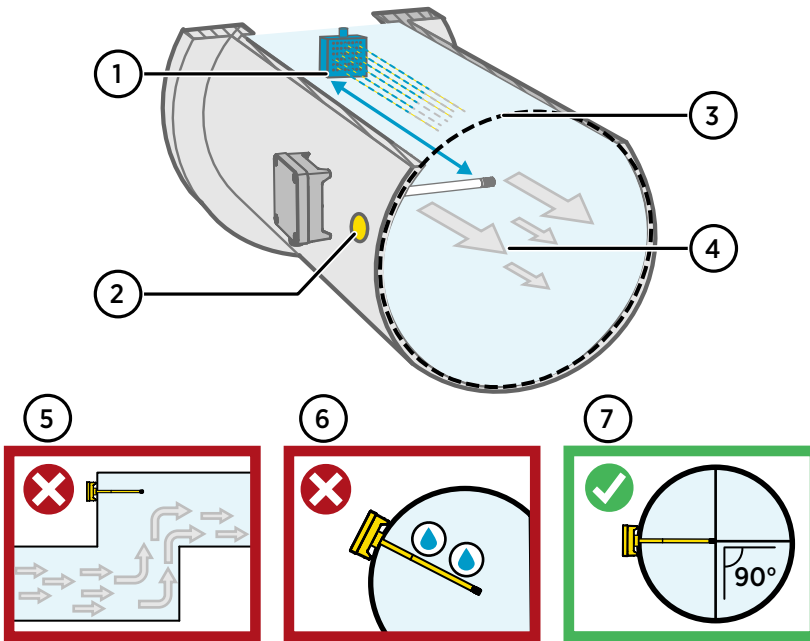

Figure 27 Présentation de l'installation sur gaine
4. En option : Percez un second orifice pour les mesures de référence à environ 30 cm (12 pouces) de l'orifice d'installation du transmetteur. consultez la section Figure 27 \(page 44\).